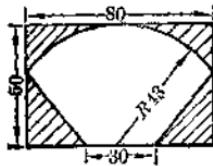
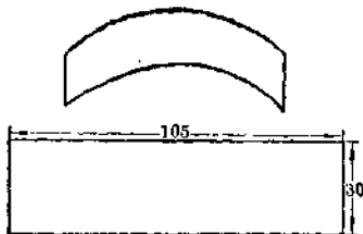

图 12
图 13
7. 后轮扇形挡板及轮罩板：用  $50 \times 80$  [毫米]3 木板两块制后轮扇形挡板(如图 12)。用  $30 \times 105$  [毫米]2 薄木片两块制后轮扇形罩板，先把木片弯成半径为 43 毫米弧形(如图 13)，制成后备装配时用。